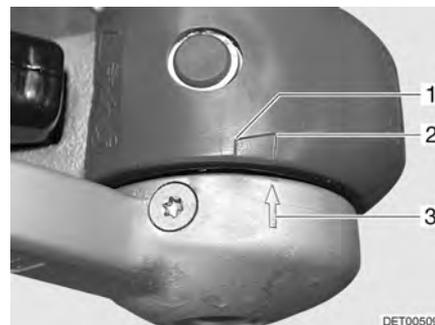

Fig. 199 Garnitures de friction
- Si la flèche se trouvant sur le disque de pression (Fig. 199,3) se trouve devant ou touche la zone témoin (Fig. 199,2), les garnitures de friction sont encore à l'état neuf.
- Si la flèche du disque de pression se trouve dans la zone témoin (Fig. 199,1 à 2), les coupelles de friction sont légèrement usées.
- Si la flèche du disque de pression se trouve à la fin de la zone témoin (Fig. 199,1) ou la dépasse, les coupelles de friction sont usées.